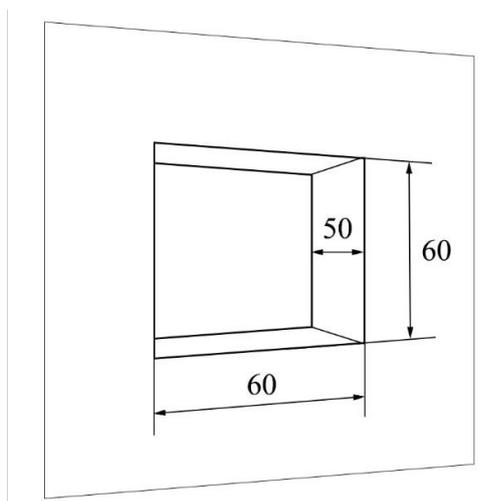

Рисунок 2 – Отверстие для размещения кабелей
- 2.2.1. В месте установки крепления вырезать отверстие ( $B \times Ш \times Г = 60 \times 60 \times 50$  мм) для размещения кабелей (рисунок 2).
2.3.2. Подключить вызывную панель RV-3434 (алгоритм подключения описан в руководстве по эксплуатации для вызывной панели). Вызывную панель вставить в монтажные пазы крепления (рисунок 2), чтобы выступы крепления вошли под крепежную пластину панели. Четырьмя винтами **ISO M3×10** из комплекта поставки прикрутить панель к креплению с помощью отвертки **Torx t10**.